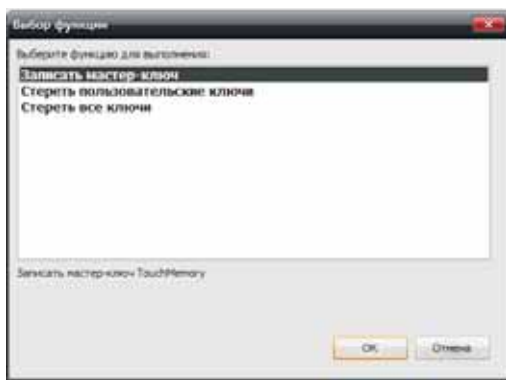

Рисунок 3
3.2.7 При отсутствии прописанных пользовательских ключей iButton необходимо предварительно назначить мастер-ключ. Для прописывания мастер-ключа следует с Firesec подать команду «Записать мастер-ключ» (см. рисунок 3) и подтвердить выбор нажатием кнопки «ОК».